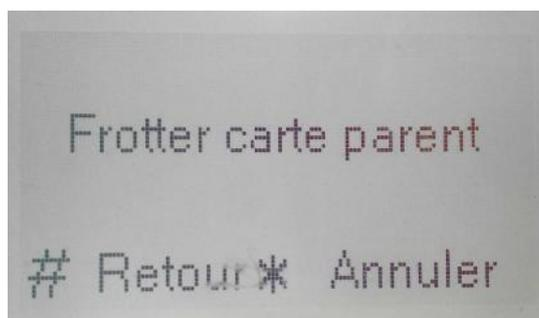

Figure 4-11
- d) Placez la carte principale sur la zone de balayage de carte magnétique et cliquez ensuite sur "#" pour confirmer. Voir Figure 4-11.